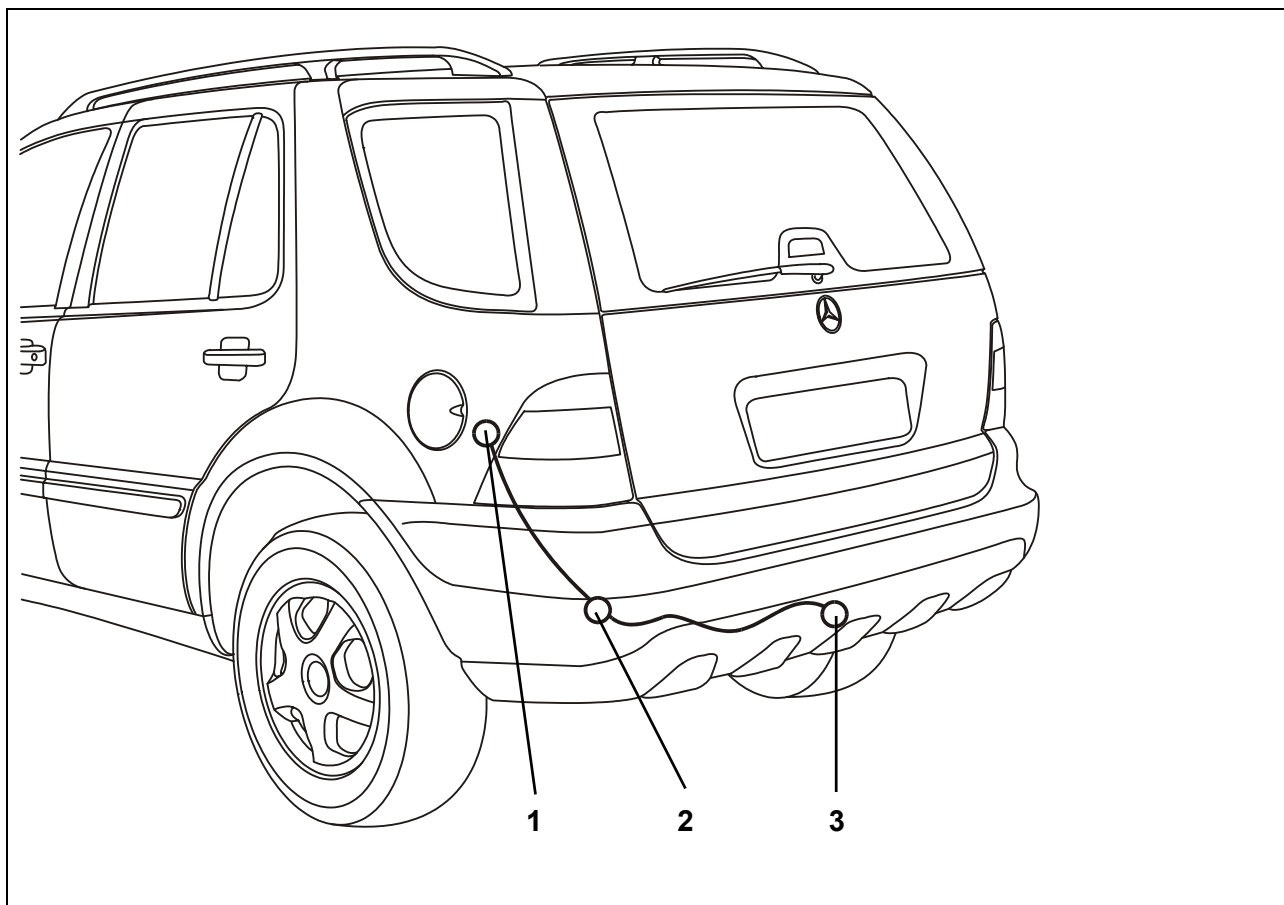

Fig. 1. : Aperçu du montage
3. Faire passer l'extrémité du fil via le passage du câble, en partant du coffre à bagages vers l'extérieur, jusqu'à la tôle de retenue de la prise (Fig. 1/3).
4. Insérer le passe-fil en caoutchouc dans le passage du câble (Fig. 1/2).
8. Fixer la prise sur la plaque de retenue (Fig. 1/3) avec les vis et écrous fournis.
10. Relier et fixer la fiche 16 pôles (Fig. 1/1) avec la fiche adaptée (qui se trouve près du tuyau du réservoir).